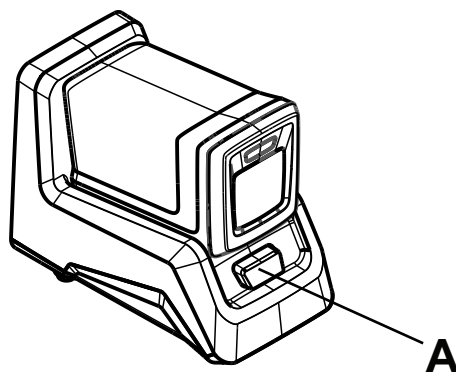

Figura 11 – Carregar a bateria
2. Pressione o botão de liberação da bateria (A) e deslize-a para libertar a bateria carregada do carregador (Figura 11).